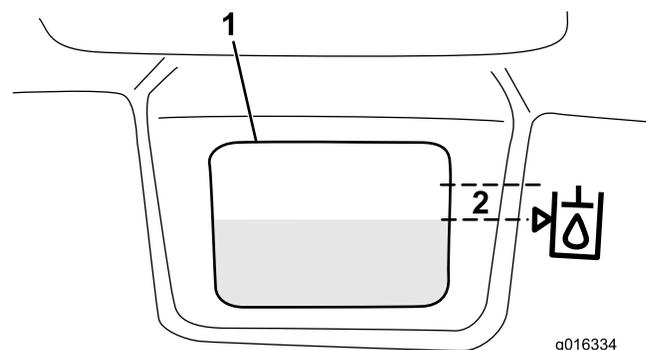

Figure 30
3. Versez lentement le liquide hydraulique approprié dans le réservoir jusqu'à ce que le niveau se situe à 6 mm maximum de la flèche dans le symbole près du viseur blanc sur le devant du réservoir (Figure 30). Ne remplissez pas excessivement.